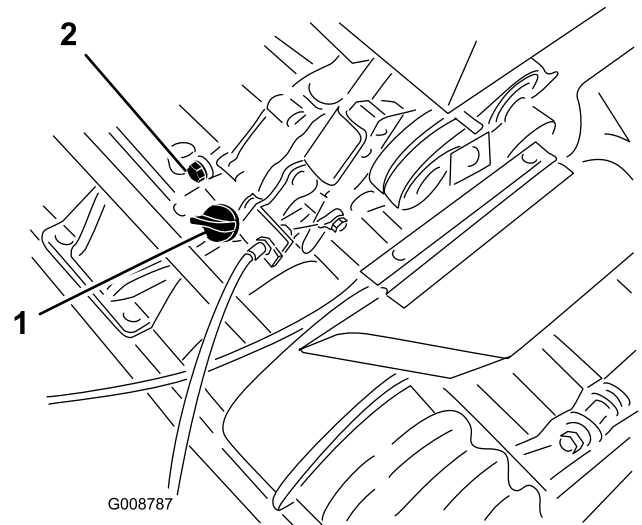

Figura 23
1. Coloque el cortacésped con el motor nivelado, y limpie la zona alrededor del indicador del nivel de aceite (Figura 23).
2. Coloque un recipiente debajo del tapón de vaciado, en la parte trasera de la máquina (Figura 23).